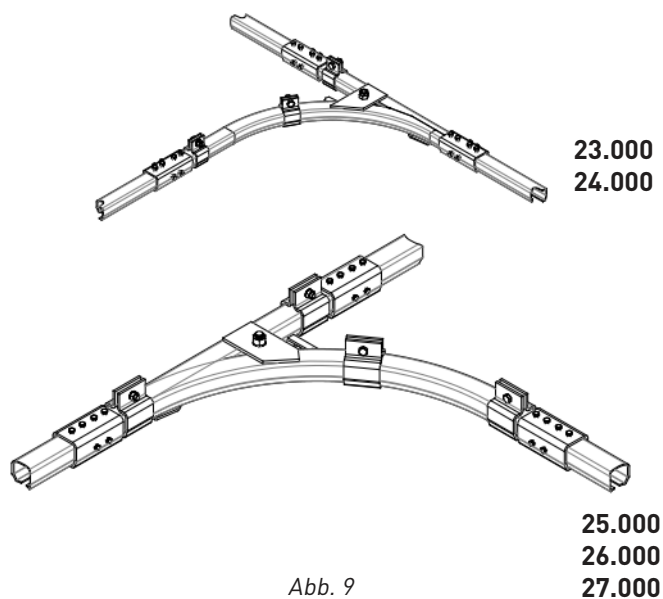

Abb. 9
- In der ersten Phase der Installation einer Weiche sind drei Befestigungsmuffen für die Serien 23.000 bis 24.000 und vier Befestigungsmuffen für die Serien 25.000 bis 27.000 erforderlich, siehe Abb. 9. Diese Befestigungsmuffen dürfen auf keinen Fall weggelassen werden.